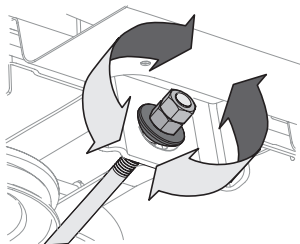

Figure 37
4. Pour **relever** l'avant du plateau de coupe, desserrez l'écrou supérieur, puis resserrez l'écrou inférieur (tournez vers la droite) (Figure 37). Une fois le réglage approprié effectué, serrez l'écrou supérieur à un couple de 25-30 pi-lb (34-41 N-m).
5. Pour **abaisser** l'avant du plateau de coupe, desserrez l'écrou supérieur, puis l'écrou inférieur (tournez vers la gauche) (Figure 37). Une fois le réglage approprié effectué, serrez l'écrou supérieur.